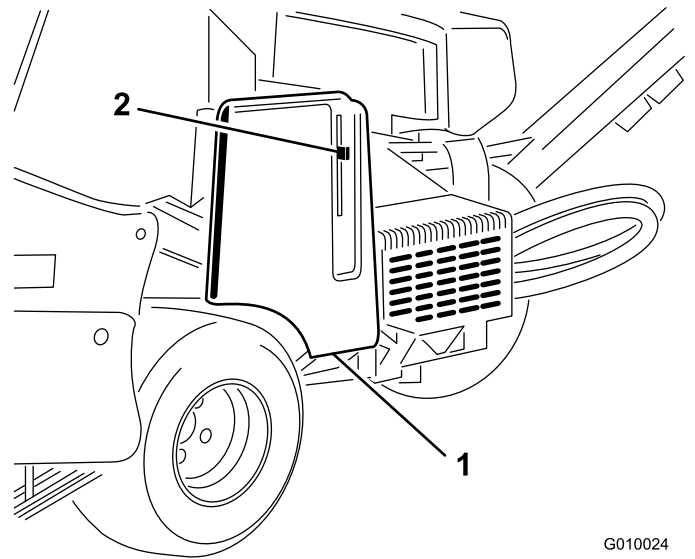
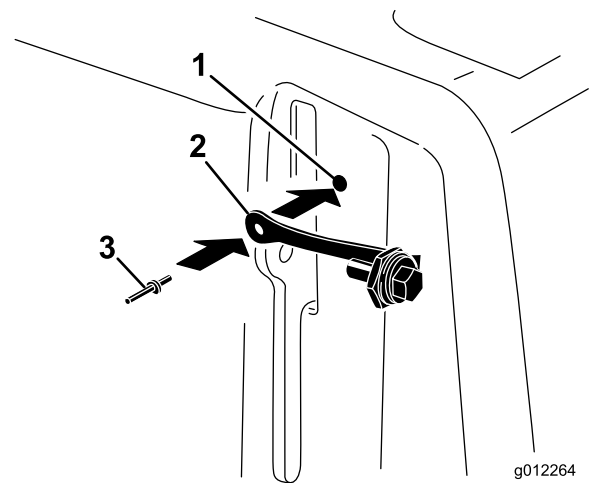

Figura 8
Figura 9
2. Usando el orificio de la cubierta de la correa, instale el conjunto de la trabilla con un remache ciego (Figura 9).
1. Localice el orificio de la cubierta de la correa, junto a la palanca del cierre (Figura 8 y Figura 9).